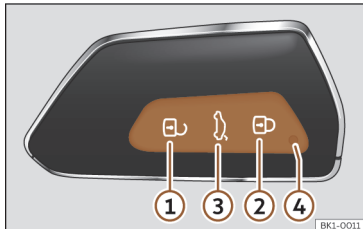

Fig. 78 Chave do veículo.
Quando se pressiona brevemente um botão na chave do veículo, a luz de controlo pisca ④ >>> Fig. 78 (seta) uma vez brevemente, mas se se pressionar durante um tempo prolongado, piscará várias vezes, por exemplo, na abertura de conforto.